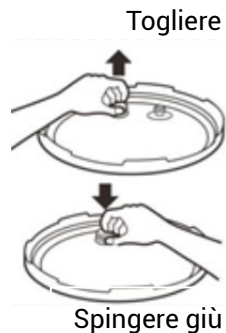

Figura 18
3. Eliminare il recipiente di condensa (12) sciacquare accuratamente e lasciare ad asciugare. Pulire il copro principale interno (13) e l'anello superiore (9) con una spugna inumidita o con un panno.
4. Eliminare la valvola di limitazione di pressione (3) prendendola e tirando verso alto. Sciacquare con l'acqua calda ed asciugare.
5. Pulire il coperchio (2) con l'acqua calda con il sapone compreso l'anello di tenuta in gomma (18), il filtro (17), la valvola, la valvola di sicurezza (4) e lasciare ad asciugare per bene.
6. Sulla parte inferiore del coperchio sotto la valvola di limitazione della pressione (3) è un piccolo filtro in metallo (17) che è possibile facilmente togliere ai fini di pulizia (Figura 18).
8. Lavare la pentola interna (6), la griglia (20) e il coperchio dal vetro temperato (21) con l'aiuto di una spugna non abrasiva e lasciare ad asciugare all'aria o utilizzare un panno da cucina. Si sconsiglia utilizzare qualsiasi tipo di paglietta in ferro che potrebbe raschiare la superficie antiaderente della pentola interna (6).
Togliere il filtro (17) tirando nel senso verticale e pulirlo. Nel caso in cui si vuole di nuovo bloccare il filtro, semplicemente inserire il filtro (17) e spingere giù per bloccarlo (Figura 18).